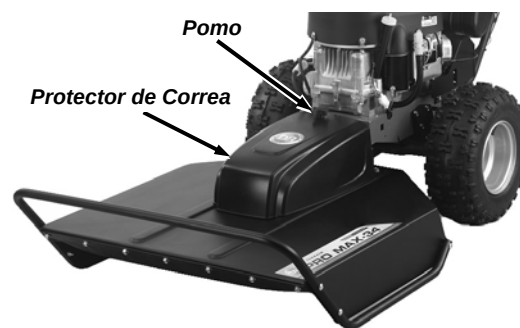

Figura 38
1. Desenrosque el pomo manual y retire el protector de la correa (**Figura 38**).
8. Vuelva a instalar el protector de la correa sobre la misma y asegúrelo con el pomo de mano (**Figura 38**).